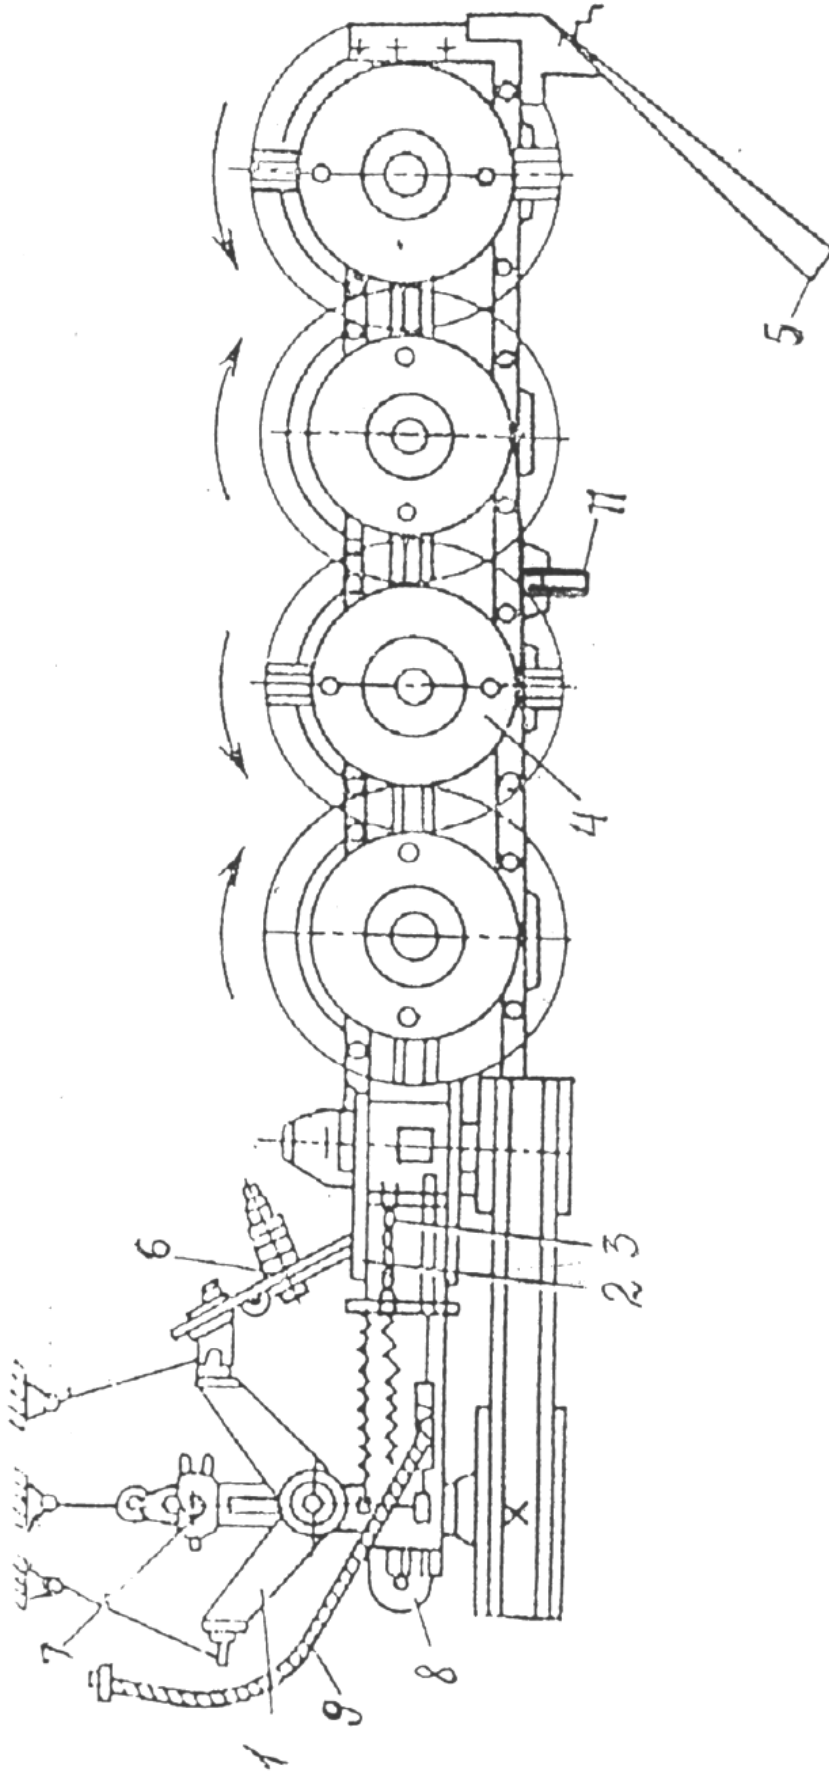
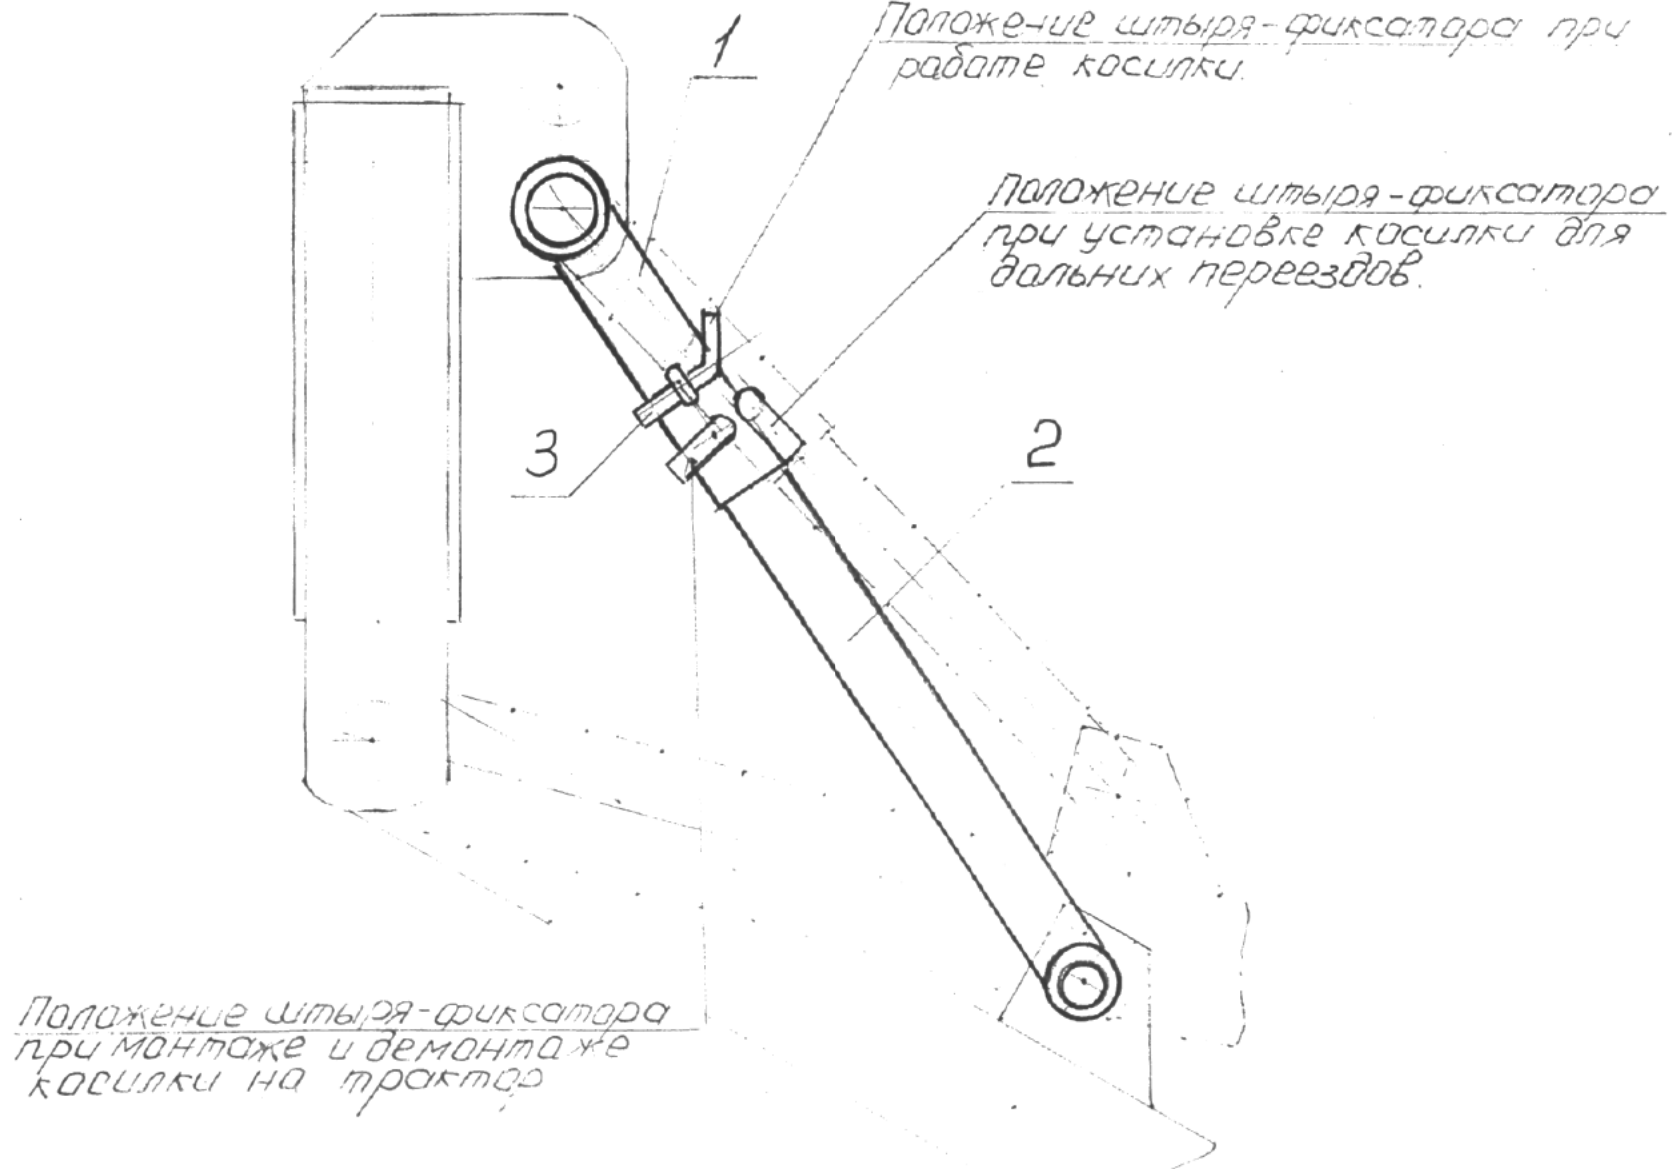
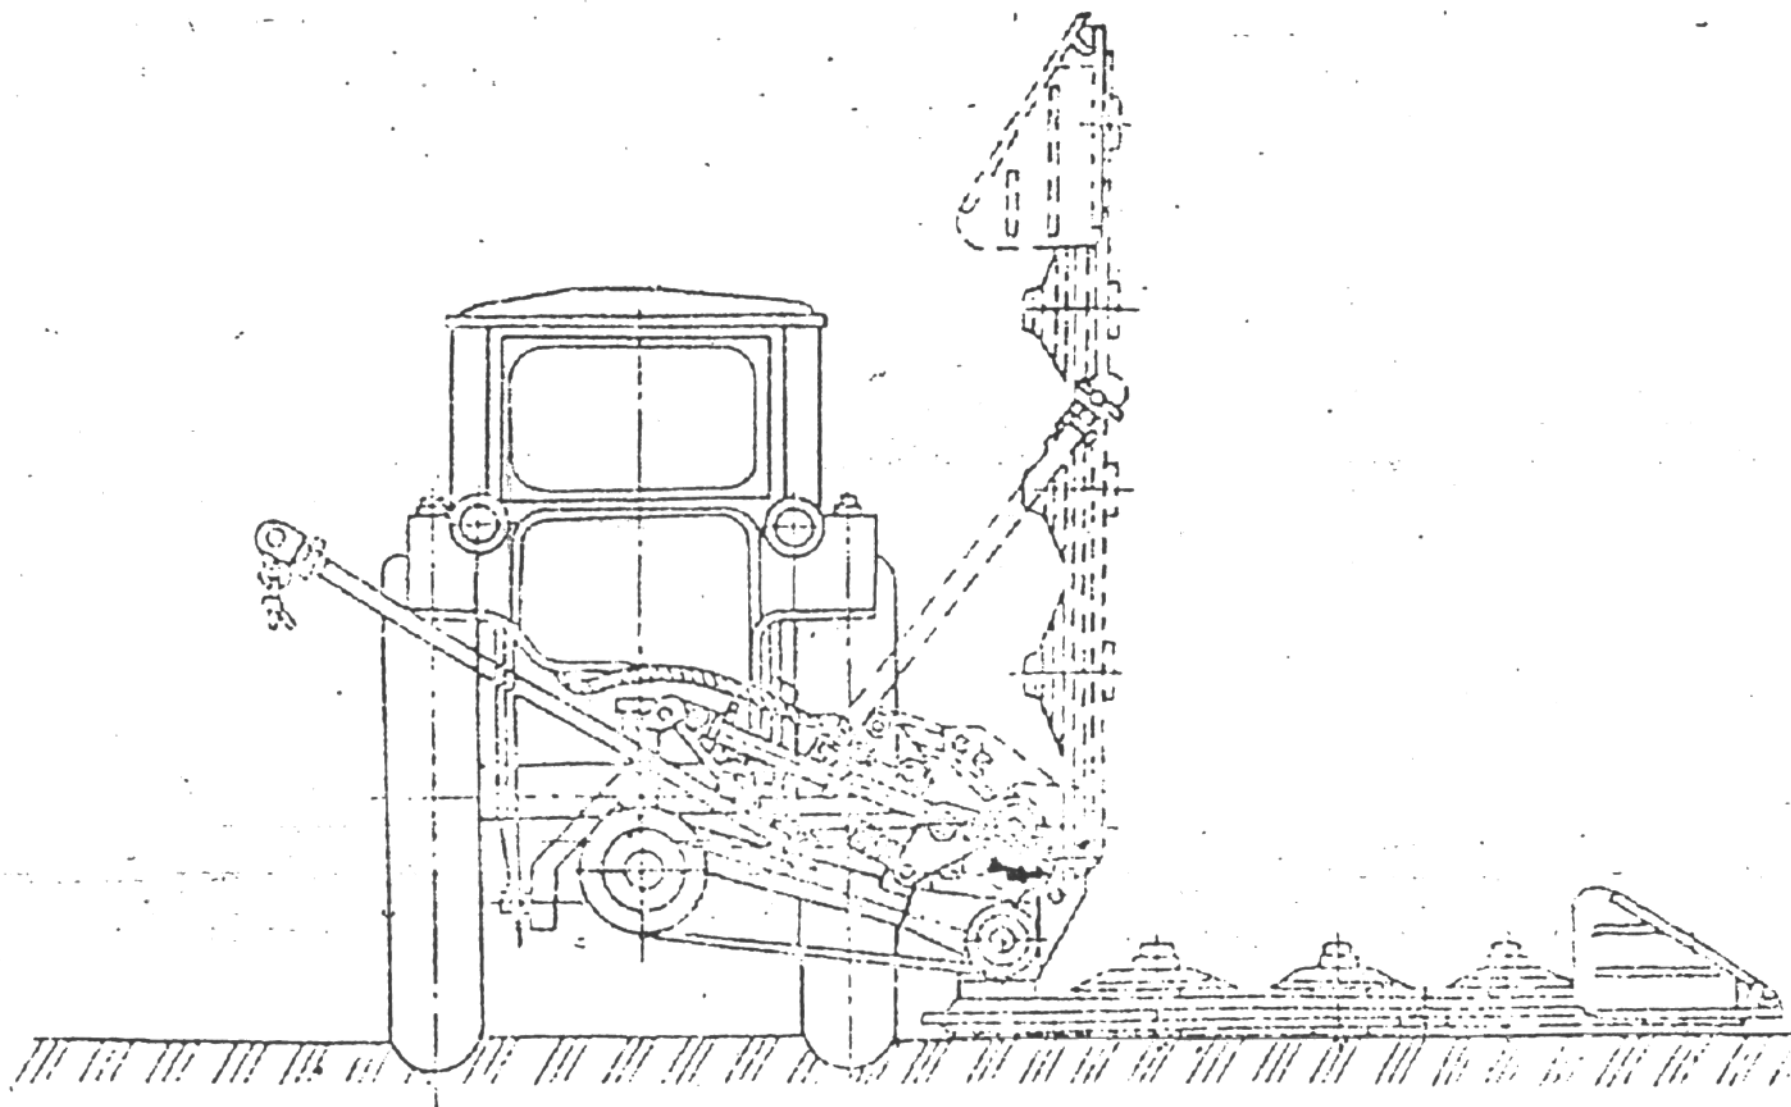

Рис. 2 Схема косилки конструктивная
Рис. 8 Телескопическое стопорное устройство
Рис. 9 Перевод косилки из рабочего положения в транспортное
Для удерживания механизма в транспортном положении и предотвращения опускания режущего аппарата при отказе гидросистемы служит транспортная тяга 7, накидываемая на штырь кронштейна 11 (см.рис.2), а также телескопическое стопорное устройство 8 (рис.8) , устанавливаемое в транспортное положение.
При рабочем положении режущего аппарата шток гидроцилиндра 1 выдвинут, положение рукоятки гидрораспределителя - «плавающее». Транспортная тяга 8 сложена и закреплена цепью. Штырь 3 телескопического устройства (рис.8) вынут из отверстия и закреплен на скобе 2. Пружины 4 уравнивают часть веса подрамника и режущего аппарата и обеспечивают необходимое давление на почву.
При переводе косилки в транспортное положение для дальних переездов (рис.9), как и при переводе в ближний транспорт, включается цилиндр навесной системы трактора, и косилка вместе с навеской поднимается на необходимую высоту. Затем включается гидроцилиндр косилки 1, его шток втягивается и через рычаг 2 тягу 3 поворачивает режущий аппарат до вертикального положения. Далее навесная система трактора возвращается в исходное положение. Для фиксации механизма в поднятом положении на штырь кронштейна 11 (рис.2) одевается транспортная тяга 8. Длина тяги регулируется резьбовым наконечником. Она закрепляется штырем 12 и стопорится пружинным кольцом 11. Штырь 3 телескопического стопорного устройства (рис.8) устанавливается в отверстие.
5.12 Перед снятием косилки с рычагов навесного устройства трактора устанавливайте фиксирующий штырь 3 (рис.8) в отверстие телескопического стопорного устройства.
6.1.3 На кронштейне полевого делителя 1 (рис.9 и 11) посредством болта М12х110, пружины и чашечной шайбы закрепите щиток делителя.